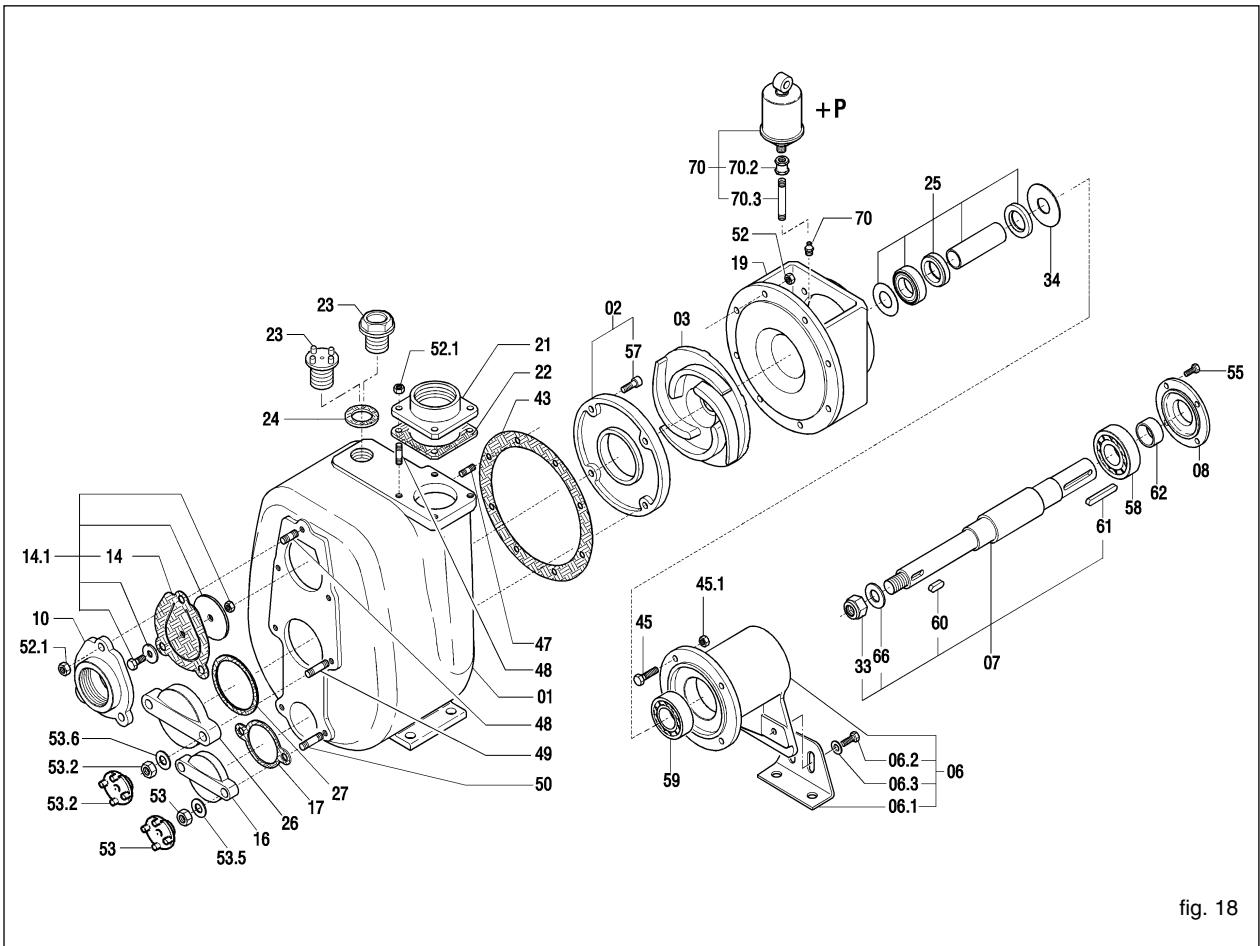

fig. 18
12.2 Sostituzione della girante (fig. 18)
- Svitare i dadi (52) e rimuovere il corpo pompa, cercando di non danneggiare la guarnizione (43).
- Bloccare la girante (03) e svitare il dado autobloccante (33).
- Sostituire eventualmente la guarnizione (43).
12.3 Sostituzione del piatto d'usura (fig. 18)
- Svitare i dadi (52) e rimuovere il corpo pompa cercando di non danneggiare la guarnizione (43).
- Svitare le viti a testa con esagono incassato (57).
- Rimuovere e sostituire il piatto d'usura (02).
12.4 Sostituzione della valvola (fig. 18)
- Sfilare il portavalvola (10).
- Sfilare la valvola (14).
- Pulire la sede valvola del portavalvola (10) e rimontarlo.
12.7 Manutenzione dei cuscinetti (fig. 18)